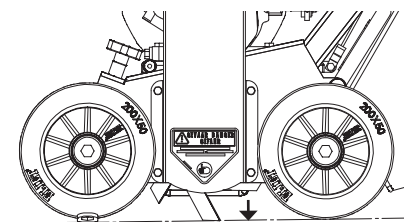

fig. 3
- Draai nu de diepteverstelknop op het betreffende wiel in wijzerzin tot de mes- punt de bodem raakt. (fig. 3)